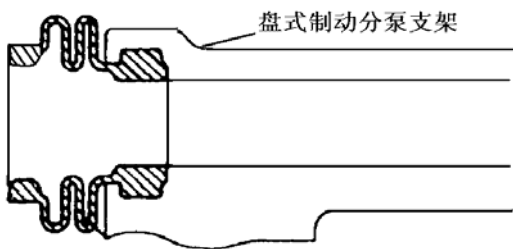

图 3—14
(1) 拆下 2 片带消音垫的制动片。
(2) 从每块片上拆下 1 号和 2 号消音垫片。
7) 拆卸前盘滑动销防尘套。从前盘式制动分泵支架上拆下 2 个防尘套，如图3—14所示。